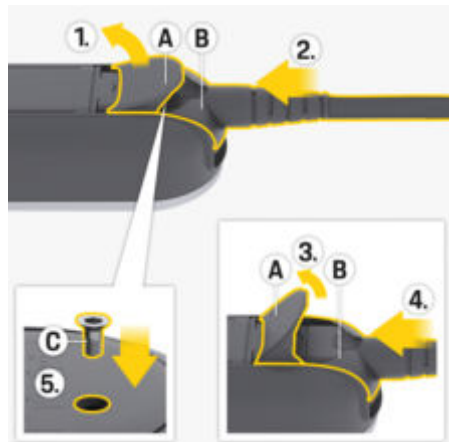

Fig. 104 Ligar o cabo de alimentação e a ficha
1. Abra a tampa **A** (Fig. 104) até cerca de 15 graus (apenas até que a ficha **B** (Fig. 104) encaixe na unidade de comando).
2. Introduza a ficha **B** (Fig. 104) na unidade de comando até sentir resistência.
3. Abra completamente a tampa **A** (Fig. 104).
4. Empurre a ficha **B** (Fig. 104) completamente para dentro.
5. Feche completamente a tampa **A** (Fig. 104) e aperte com o parafuso **C** (Fig. 104).